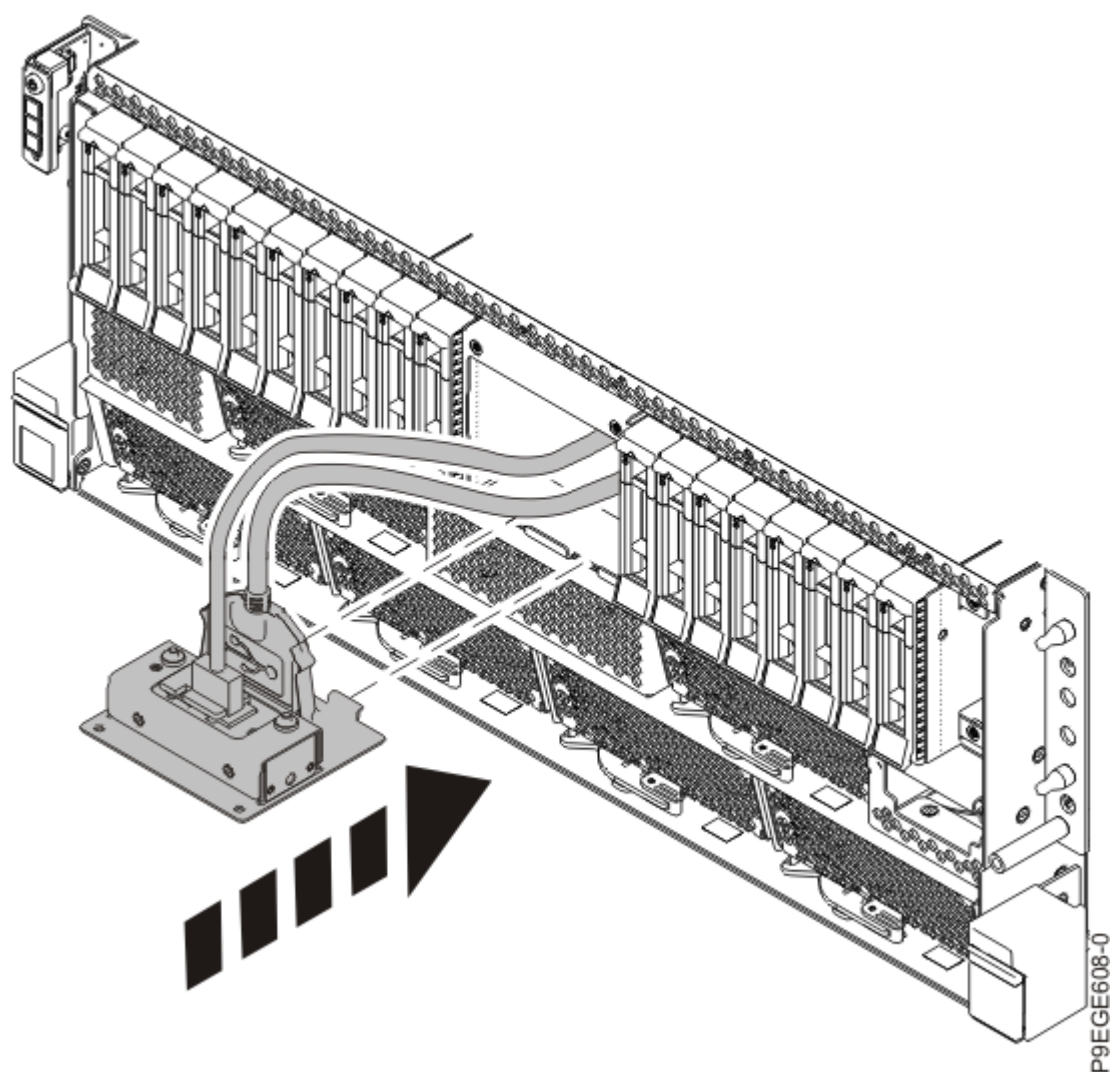

Figure 23. Insertion du câble USB avant
3. Introduisez le câble USB avant dans l'ouverture située à l'avant du système, comme indiqué à la Figure 23, à la page 25. Faites passer le câble par le châssis et acheminez-le le long du côté droit du châssis de système.